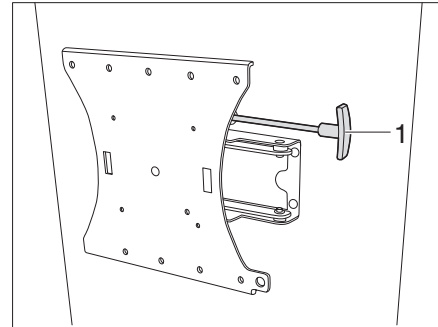

Fig. 132 Supporto con braccio snodato (variante 2)
- Tirare la leva (Fig. 132,1) per sbloccare lo schermo piatto dall'arresto.
- Reinserire la leva (Fig. 132,1) di arresto.